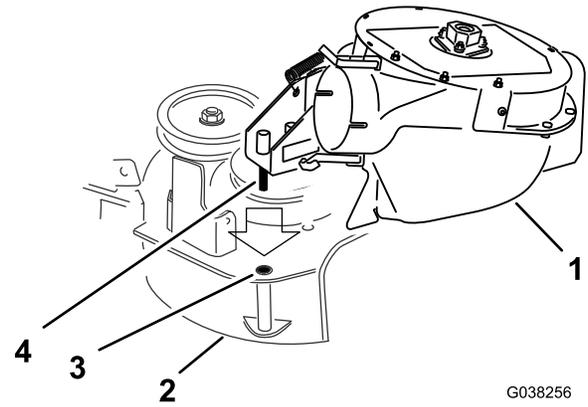

Bild 35
2. Lösen oder Entfernen Sie den Führungsstift (Bild 35).
1. Fluchten Sie den Lagerbolzen am Gebläse mit dem Lagerbolzenloch im Mähwerk aus (Bild 35).
- Senken Sie das Gebläse ab und schieben Sie den Lagerbolzen in das Drehzapfenloch (Bild 35).